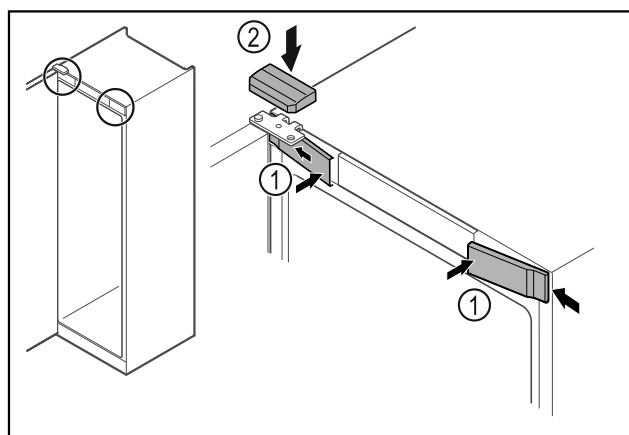

Fig. 49 \*
- Accrocher les caches avant Fig. 49 (1) par les côtés et les enclencher.\*
- Insérer le cache supérieur Fig. 49 (2) par le haut.\*